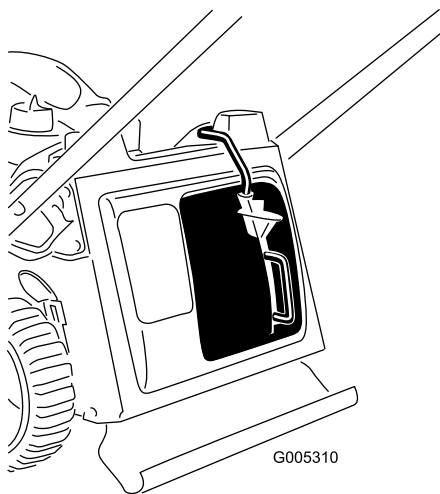

Figure 10
3. Relâchez le bouton sur le levier et vérifiez que le haut du levier est bien au fond du logement du contacteur (Figure 10). **La machine ne pourra pas démarrer si le levier ne se trouve pas dans le logement du contacteur !**